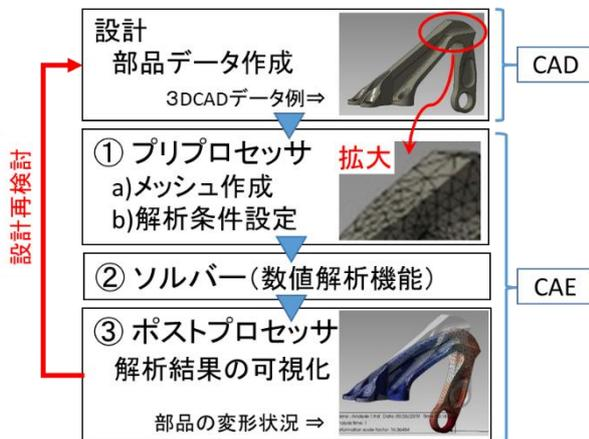

図1 CAD・CAEの処理の流れ
構造解析CAEではCADによる設計データを①細かい要素に分割するメッシュ作業や材料の物性値等の解析条件を設定するプリプロセッサ、②解析計算を行うソルバー、③解析結果の可視化を行うポストプロセッサの3工程で解析し、目標性能を満たすまで設計を修正します(図1)。